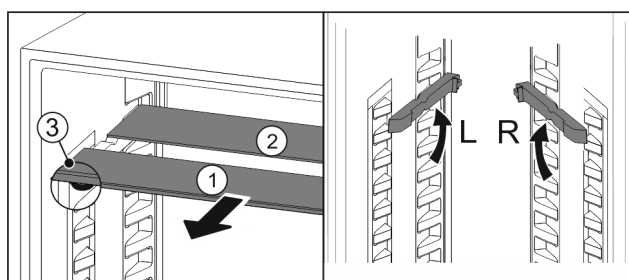

Fig. 120
- ▶ По одной извлеките Fig. 120 (1) стеклянные панели движением вперед.
- ▶ Стеклянная панель Fig. 120 (1) с декоративной планкой лежит спереди.
- ▶ Стопоры Fig. 120 (3) показывают вниз.